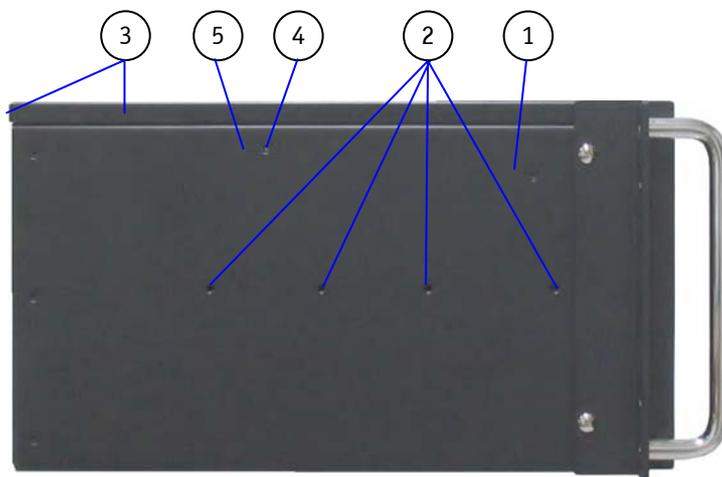

Abb. 21: KISS 4U Short V2-Plattform - Seitenansicht
An der linken und rechten Seite des Geräts befinden sich je vier M4 Gewindebohrungen (Abb. 21, Pos. 2) für den Einbau der KISS 4U Short V2-Plattform in einen 19"-Industrieschrank mittels Teleskopschienen oder entsprechenden L-Halterungen für Rack-Montage (nicht im Lieferumfang).
- 1 Gewindebohrung für die von außen zugängliche Befestigungsschraube (Abb. 21, Pos. 4)
- 2 Bohrung für den internen Bolzen (Abb. 21, Pos. 5)
5. Lösen Sie die interne Befestigungsschraube (Abb. 6, Pos. 14) und danach die von außen zugängliche (Abb. 21, Pos. 4) Befestigungsschraube des Kartenniederhalters (siehe Abb. 6, Pos. 7), (Abb. 29, Schritt 1 und 2). Ziehen Sie den Kartenniederhalter nach rechts (Abb. 29, Schritt 3), um ihn aus den seitlich angebrachten Bolzen zu entnehmen. Heben Sie den Kartenniederhalter heraus (Abb. 29, Schritt 4). Legen Sie den Kartenniederhalter und die Schrauben für später beiseite.